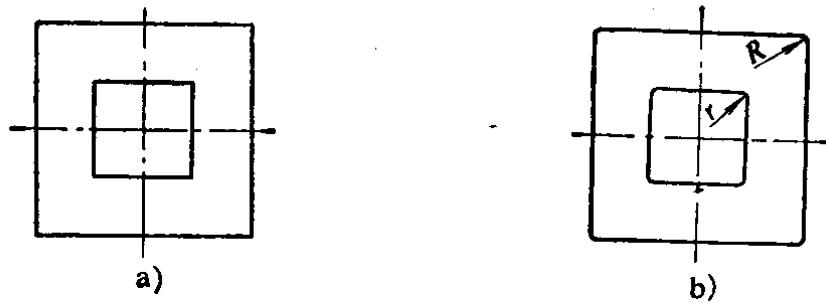

图 11-2 冲裁件的过渡圆角
2. 工件外形及内孔的转角，一般不要设计成尖角，均应圆角过渡。其最小圆角半径 R 和 r 应大于或等于 $0.5t$ (t 为板料厚度)，如图 11-2 所示。